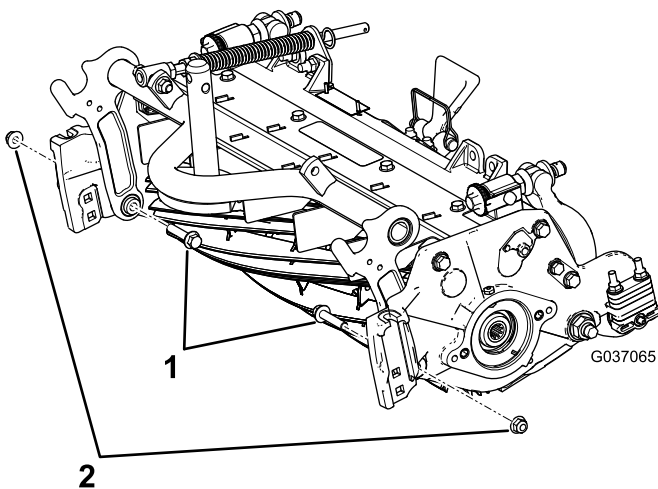

Bild 5
B. Schrauben Sie die beiden vorhandenen Bundkopfschrauben von innen in die Schneideinheit und sichern Sie diese mit Sicherungsbundmuttern ($\frac{3}{8}$ ") (Bild 5).